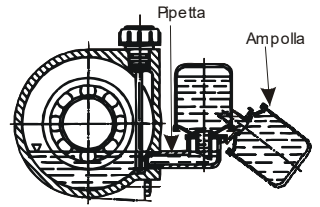

Fig.3: Oliatore
- se il supporto è provvisto di oliatore ribaltare l'ampolla e versare olio nella pipetta fino a raggiungere il livello come indicato in *fig.3*: riempire l'ampolla e portarla in posizione verticale. Controllare che il livello nell'ampolla rimanga costante. Gli oli indicati in *tab. 1* sono validi per temperature comprese tra  $-10^{\circ}$  e  $120^{\circ}$  C.